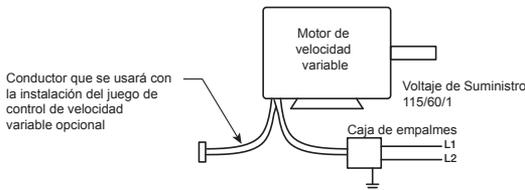

Figura 3
1. Consulte la Figura 3 y la placa de identificación del motor para conocer los procedimientos de cableado. El motor y el ventilador deben estar conectados a tierra de manera segura (en metal desnudo) en una conexión eléctrica a tierra adecuada, como una tubería de agua subterránea o un sistema de cable de conexión a tierra.